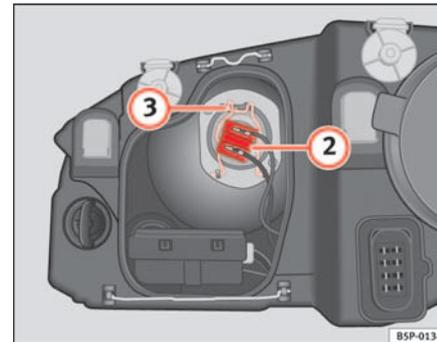

Fig. 176 Luz de cruce
- Extraiga el conector ⇒ página 255, fig. 176 ② de la lámpara.
- Desenganche el resorte retentor ⇒ página 255, fig. 176 ③ presionándolo hacia dentro y a la derecha.